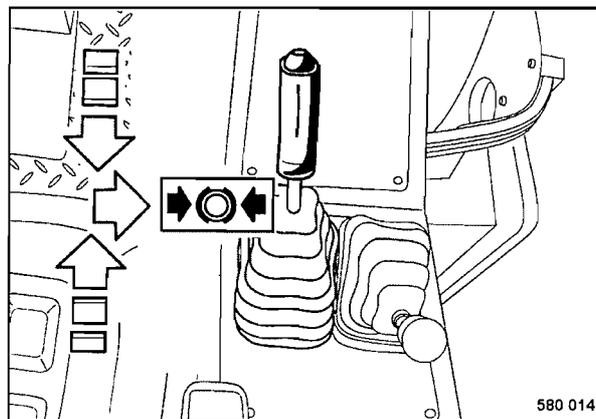

Fig. 38
- Colocar la palanca de marcha (Fig. 38) lentamente en posición "neutral", y encajar la palanca de marcha hacia la derecha en posición de frenado.